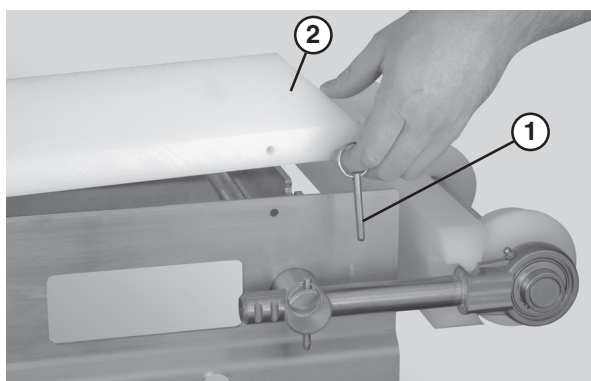

Figure 25
1. Retirez les guides, le cas échéant, en retirant les goupilles de déverrouillage (Figure 25, item 1) qui connectent le guide (Figure 25, item 2) au cadre.